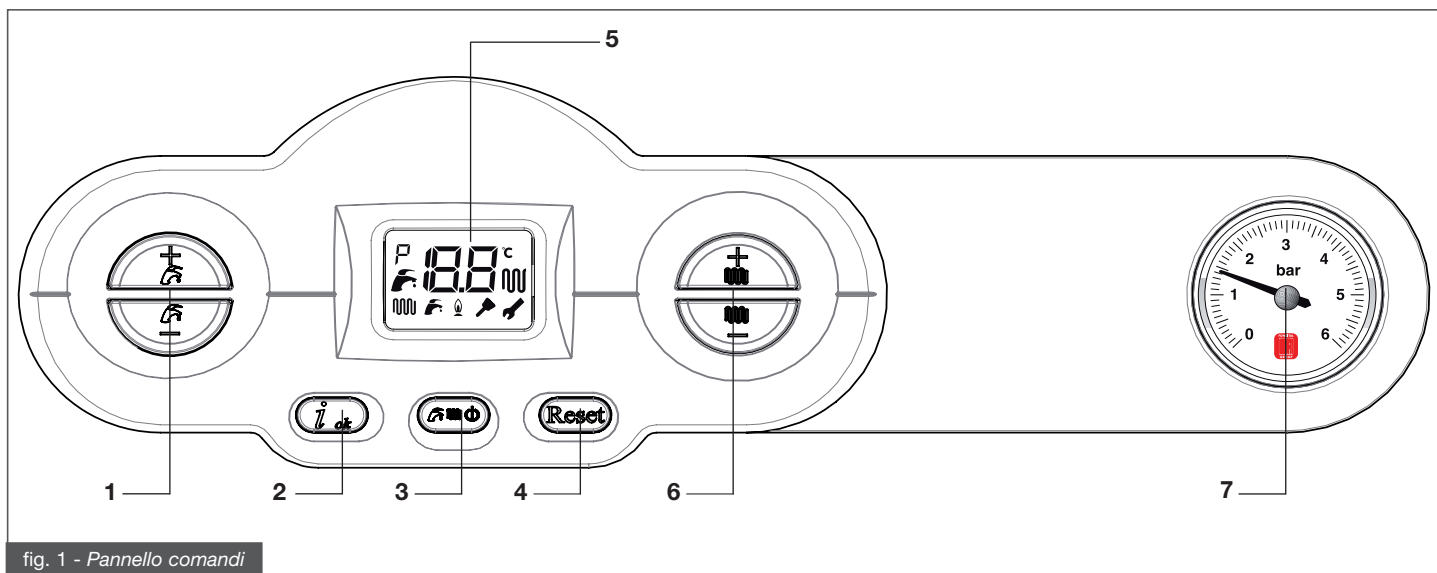

fig. 1 - Pannello comandi
Lampeggia quando si regola la temperatura dell'acqua calda sanitaria con i tasti **1** (fig. 1).
Lampeggia quando si regola la temperatura dell'acqua di riscaldamento con i tasti **6** (fig. 1).
- scegliere lo stato di funzionamento della caldaia per mezzo del tasto **3** (fig. 1);
- impostare il valore di temperatura desiderato per l'impianto di riscaldamento per mezzo dei tasti **6** (fig. 1);
- impostare il valore di temperatura desiderato per l'acqua sanitaria per mezzo dei tasti **1** (fig. 1);